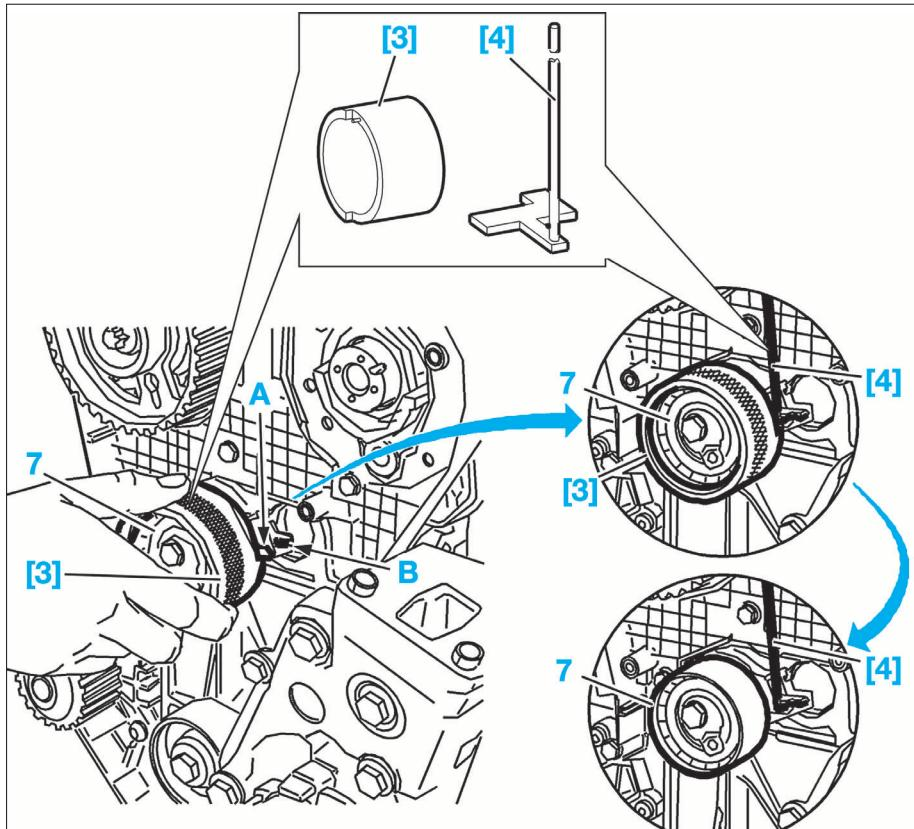

FIG. 34
- Outil [3] de positionnement de l'index de galet tendeur (Fig.34).
- Outil [4] de maintien de l'index de galet tendeur (Fig.34).
- le galet tendeur (7) (Fig.34).
- Tourner le galet tendeur (7) afin d'amener l'index (A) face à l'encoche (B) avec l'outil [3] (Fig.34).
- Mettre en place l'outil [4] pour bloquer l'index (A) et retirer l'outil [3].